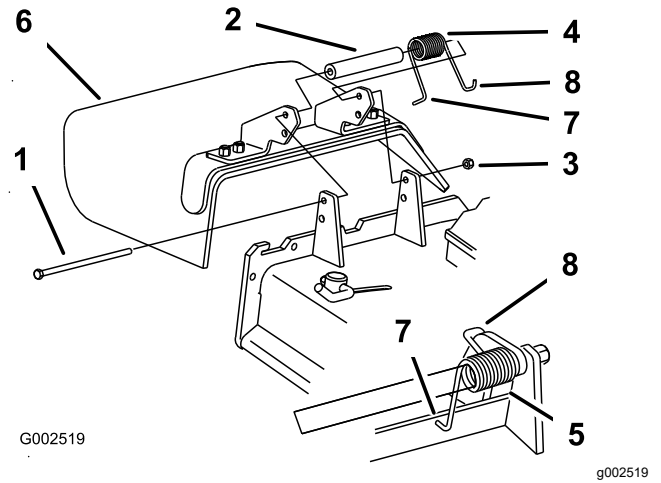

Figura 16
1. Retire el conducto de descarga lateral de la carcasa de corte (Figura 16).